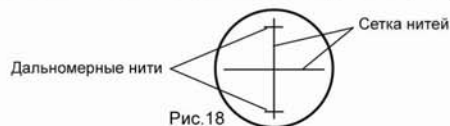

Рис.18
- 1) Наведите на рейку и посчитайте количество сантиметровых делений $\varnothing$ между двумя дальномерными нитями. (Рис.18)